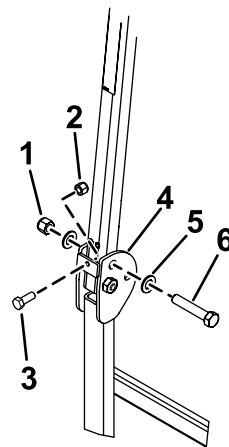

図 17
3. 図 17に示すように、ワッシャ13/16 x 1½"を各ボルト¾ x 4"に組み付ける。
4. ピンを抜いた穴に、ボルトとワッシャを取り付ける図 17。
5. 図 17のように各ボルトにもう1枚のワッシャを入れ、ナット¾"で固定する。各ナットを 323-396 N·m33-40 kg.m = 238-292 ft-lbにトルク締めする。
6. ヒンジエリアのロールバーの下部の両側にあるねじ付きプレートに、ボルト(3/8-16 x 1"または1-1/4")とジャムナット(ボルトとジャムナットは未同梱)を取り付ける(図 17)。ボルトを上部のロールバーチューブにしっかりと固定されるまで締め付け、ジャムナットを締め付ける。
7. ロールバーとサンシェードが跳ね上がるのを防ぐために、ROPSピボットボルト(図 17)を 91113 N·m (9.812.2 kgm) のトルクで締め付ける。